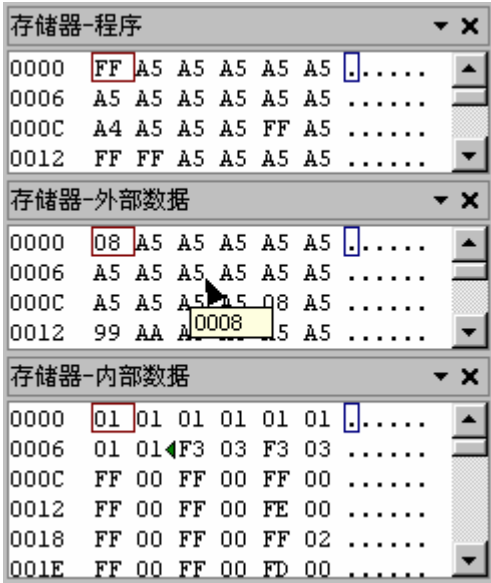

图 3-11
5) **存储器窗口**：默认在右停靠区，分三部分显示：程序、内部数据和外部数据。如图 3-11。